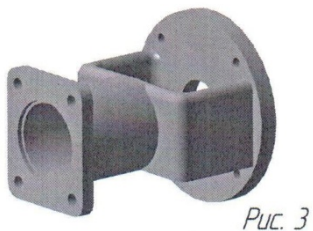

Рис. 3
- Демонтировать кронштейн (рис.3)